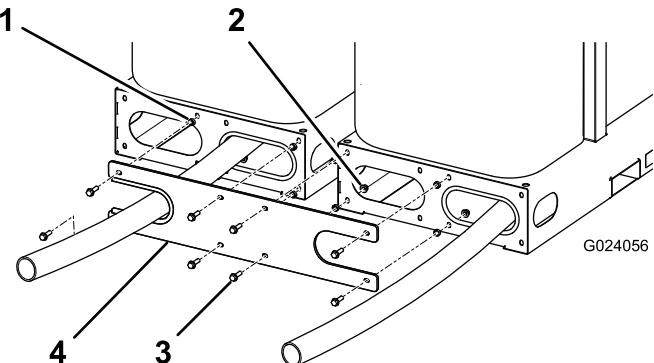
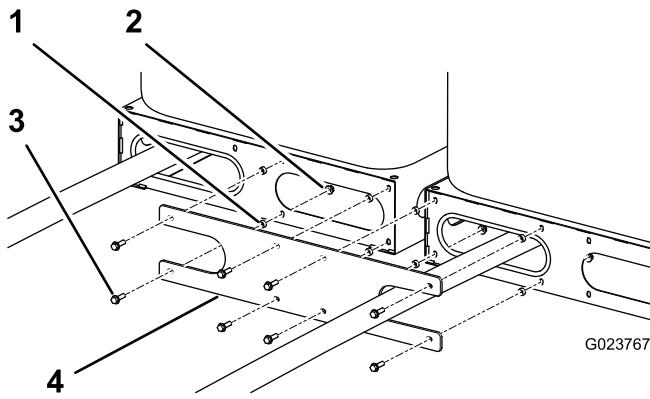

Figure 1
Figure 2
- Alignez les trous de boulon de la plaque d'extrémité et les trous de boulon dans la base de chacun des 2 réservoirs, et placez une entretoise sur chaque trou de boulon pour séparer la plaque d'extrémité de la base (Figure 1 et Figure 2).